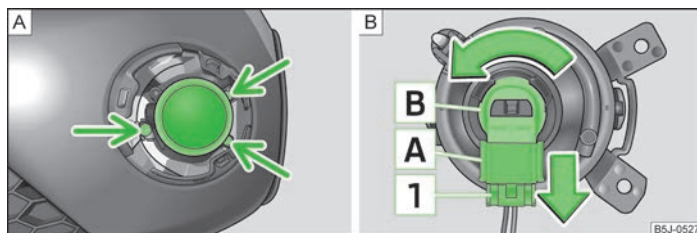

Fig. 152 Paragolpes delantero: Faro antiniebla/Faro antiniebla: Cambiar la bombilla
- Sacar con el destornillador » página 161, Herramienta de a bordo los tornillos » fig. 152 - **A**.
- Presionar el seguro **1** » fig. 152 del conector **A** y sacar el conector del portalámparas **B**.